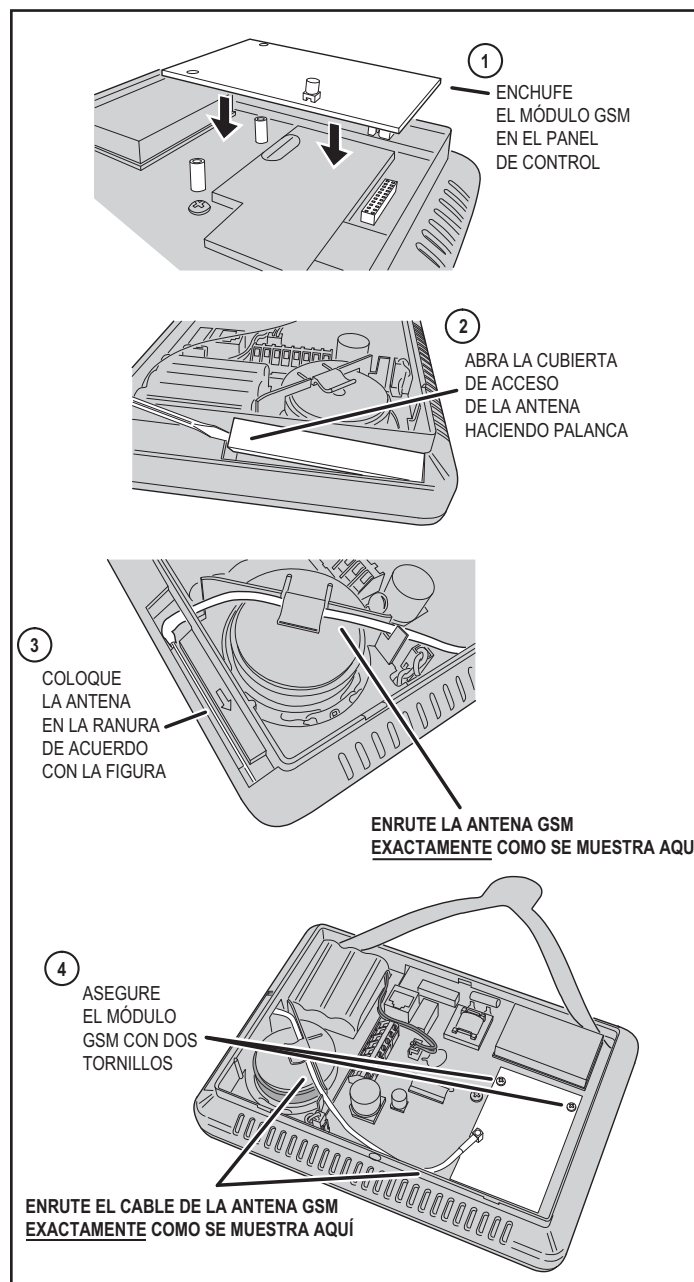

Figura 13. Instalación del módulo GSM opcional
- 2A. Si usa la antena interna Modelo 2GIG-ANT1, quite la cubierta de acceso de la antena. Pase el cable de la antena a través de la abertura en la caja y coloque la antena plana en la ranura. Pase el cable de la antena por debajo del sujetador que está detrás del parlante y enchufe el conector de la antena en el módulo GSM. Vuelva a colocar la cubierta de acceso de la antena. Vea la Figura 13.